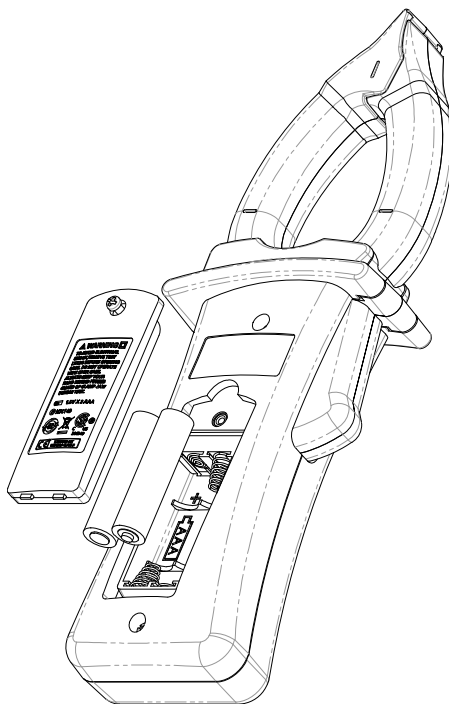

Figura 1-1 Colocar as pilhas
- 1 Abra a tampa das pilhas.** Afrouxe os parafusos com uma chave de fenda Philips adequada e remova a tampa das pilhas conforme a Figura 1-1.